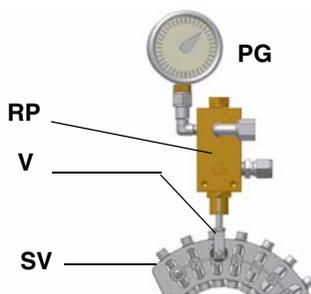

Рис. 16
Расход дизельного топлива регулируется, благодаря выбору форсунки (противопоточного типа) соответствующей типу котла/ применения размера, а также регулировке давления на прямом и обратном ходе топлива, согласно значений, описанных далее. Расход в режиме большого пламени - это расход выбранной форсунки при закрытом обратном ходе топлива. Расход в топке зависит от заданного, с помощью винта **V** регулятора, давления на обратном ходе (см. Рис. 16).
- 10 для получения максимального расхода дизельного топлива регулировать давление (считывая значения на манометре PG), все время проверяя параметры продуктов сгорания, воздействовать на винт варьируемого сектора **SV** (см. Рис. 16) по достижении положения большого пламени.